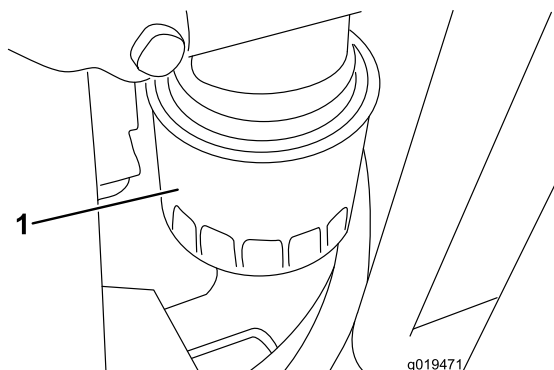

Figure 58
2. Déposez le filtre à huile (Figure 58). Appliquez une fine couche d'huile propre sur le joint du filtre de rechange avant de le visser en place. Ne serrez pas excessivement.